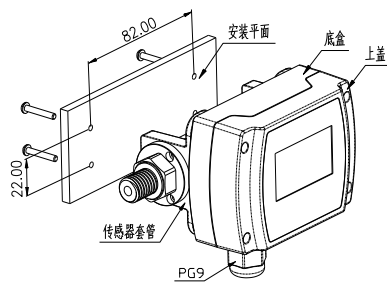

图 2
2. 传感器套管直接安装方式：如图 2，这也是一种平面安装方式，无需安装支架，在安装平面上钻好 4 个安装孔，从该平面背部用螺丝穿过，直接固定在传感器套管底部螺丝孔即可。